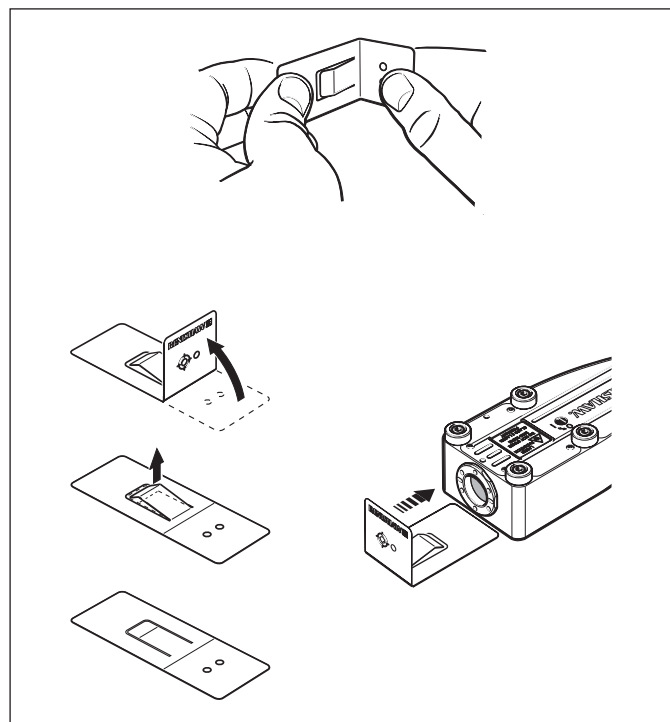

図38 - メタルターゲット
3. 付属のメタルターゲット (図38参照) を使用して、検出ヘッドのピッチとヨーのみを調整することで、ビームがターゲットの穴を通過するようにします。